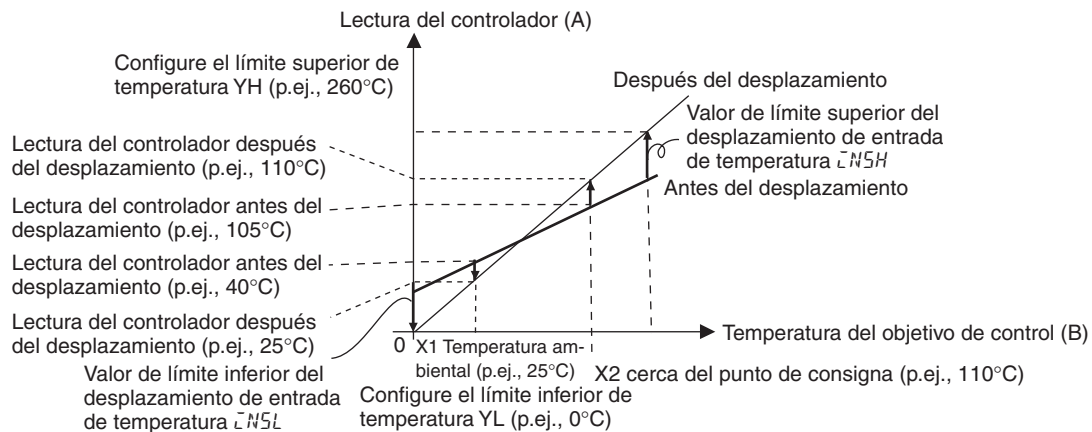

Figura 3 Ilustración de desplazamiento de 2 puntos
1. Desplace la lectura del controlador en 2 puntos, cerca de la temperatura ambiente y cerca de la temperatura objetivo de control. Por esta razón, compruebe la temperatura del objetivo de control (B) y la lectura del controlador (A) con la temperatura del objetivo de control cerca de la temperatura ambiente y del punto de consigna.
2. Entonces utilice las siguientes fórmulas para calcular los valores de desplazamiento de entrada de temperatura del límite inferior y del límite superior basándose en las temperaturas leídas y las deseadas. El desplazamiento se muestra en la *Figura 3*.